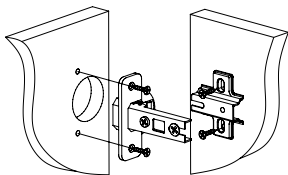

Рис.3
2. Установите петли на двери 9, а ответные планки петель на боковины 3 (Рис. 3).